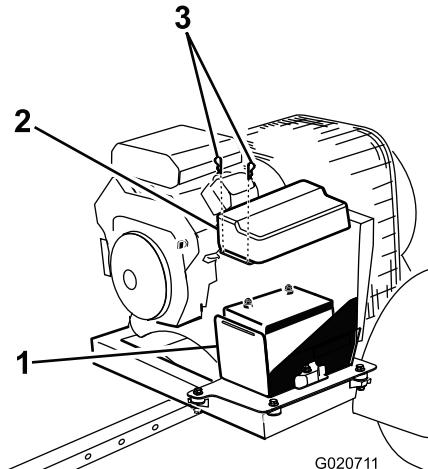

Bild 3
1. Entfernen Sie die Clips, mit denen die Batterieabdeckung am Batteriekasten befestigt ist (Bild 3).